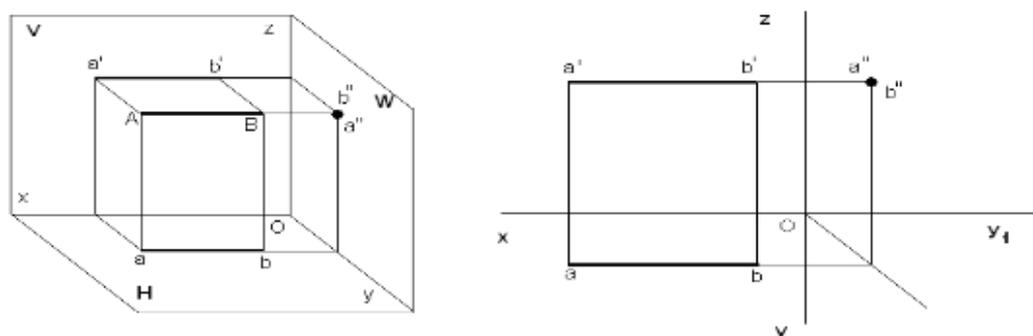

Рисунок 12 Пример решения задания 1
2. По заданным координатам выполнить наглядное изображение и комплексный чертеж отрезка АВ на трех плоскостях проекций (пример оформления решения задач (см. рис.12);